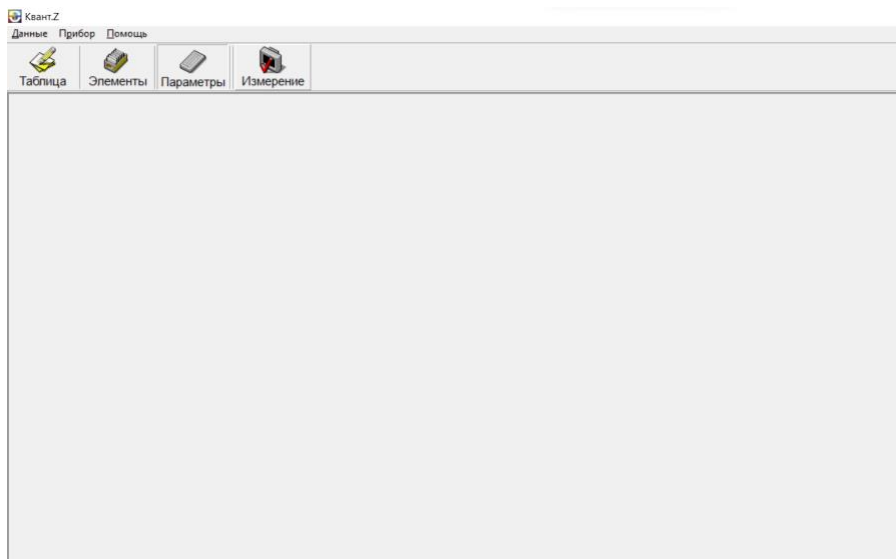

Рис. 22П – Кнопка открытия окна «Измерение»
3.7.1 Нажмите кнопку «Измерение» в главном окне программы (рис. 22П).